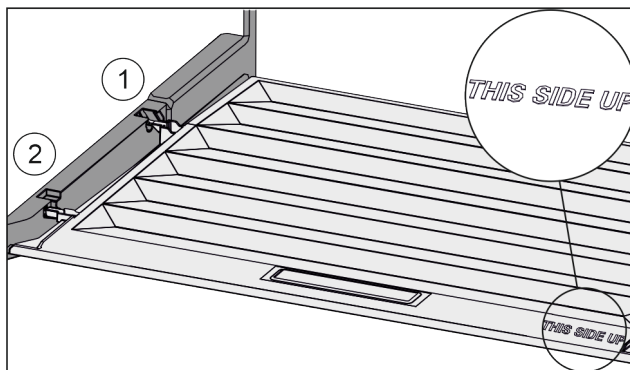

Fig. 153
- Robova predala vstavite nad odprtino zadnjega držala Fig. 153 (1), spredaj pa ju zataknete v držalo Fig. 153 (2).